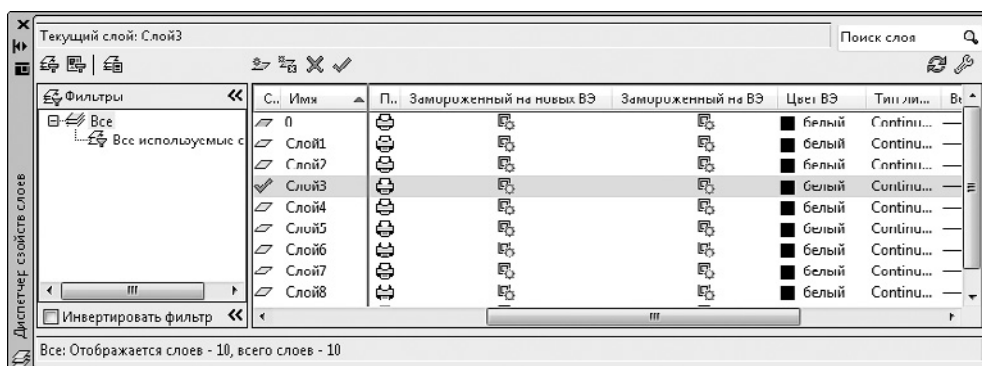

Рис. 8.15. Палитра Диспетчер свойств слоев, вызываемая в режиме Лист
2. Нажмите кнопку **Свойства слоя**  в группе **Слои** на вкладке **Главная** ленты или кнопку **Диспетчер свойств слоев** на панели инструментов **Слои**. Откроется палитра **Диспетчер свойств слоев** (рис. 8.15).